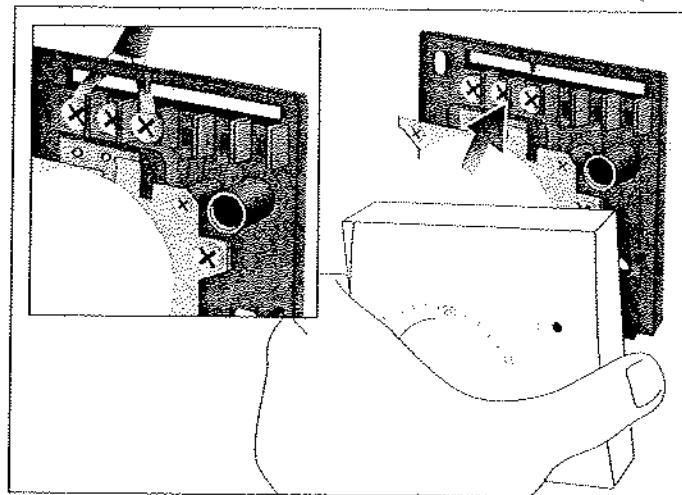

fig.10 - εικ.10
- C) Passar os fios pela abertura da base e fazer as ligações nos bornes de acordo com o esquema eléctrico deserto dentro do produto; encaixar a tampa na base. (fig.10)
- C) Portare i fili dell'impianto attraverso la feritoia praticata sulla base ed eseguire gli allacciamenti alla morsettiera in conformità allo schema elettrico riportato all'interno del prodotto; riagganciare il coperchio alla base. (fig.10)
C) Thread the power supply wires through the slot in the base and connect them to the terminals as per the wiring diagram sketched inside the appliance. Snap the front cover back. (fig.10)